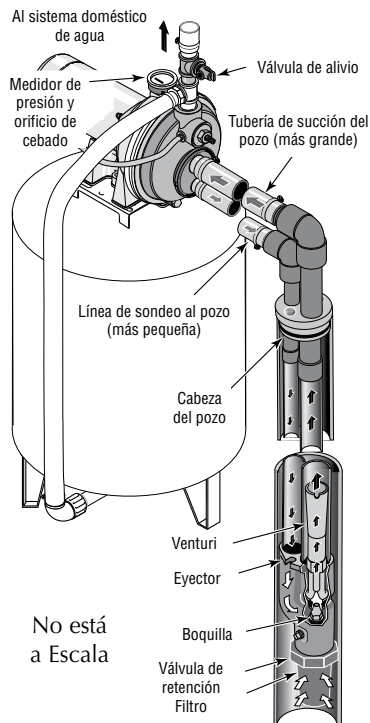

Figura 10: Pozos Profundos de 4" y Más Grandes
Pozo de 4" ó mas (Figura 10)
2. Instale el kit de eyector FP4800 (**se vende por separado**). Vea la Figura 10. Siga las instrucciones que vienen incluidas en el kit para ajustar la boquilla y el venturi a las condiciones de su pozo.